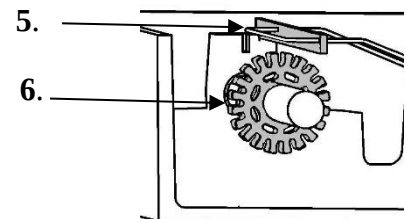

Fig. 3
Let op! (Zie fig. 3). De messing strip (5) is vanaf de fabriek in ontkoppelde positie geplaatst. De Wandelmoeren (6) worden niet bediend.
Attention! (See fig. 3) The guide lever (5) is standard in an open position. The cam wheels (6) are disconnected.
Achtung! (Siehe Bild 3) Die Führungsleiste (5) ist ab Werk geöffnet. Die Schalträder (6) sind entkoppelt.
Attention! (fig. 3) A départ d'usine, la plaque (5) est ouvrir. Les roues (6) ne sont pas enclenché.